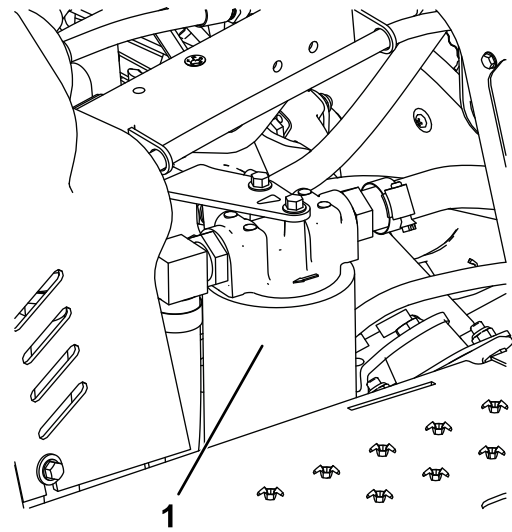

Figura 42
4. Collocate una bacinella sotto il filtro idraulico situato sul lato sinistro della macchina (Figura 42).
7. Montate il nuovo filtro idraulico (Figura 42) ruotandolo manualmente fino a quando la guarnizione non viene a contatto con la testa del filtro, quindi serrate il filtro di altri 3/4 di giro.